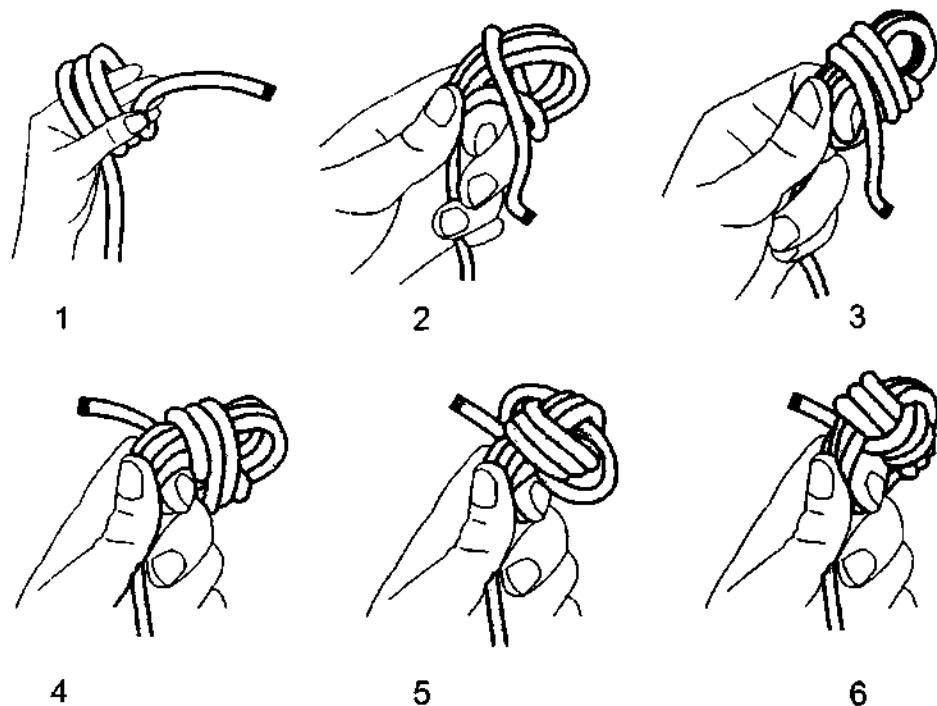
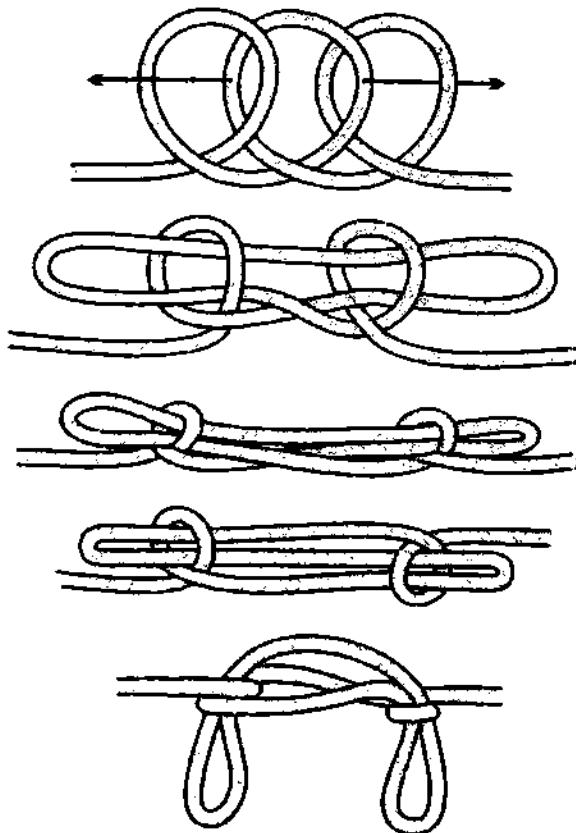

Рис. 113. Завязывание обезьяньего кулака.
Рис. 131. Колоска, связанная таким способом, менее устойчива к переменным нагрузкам и менее безопасна.
*Обезьяний кулак* – очень красивый узел, который в древности считался символом колдовства (рис. 113). Но его вязали не только колдуны, *обезьяний кулак* широко применялся на флоте вместо лёгости. В отличие от других стопорных узлов, которые используются вместо лёгости, в *обезьяний кулак* можно дополнительно поместить камень или металлический шар, из-за чего увеличивается дальность броска. Если же поместить во внутрь деревянный шар, то улучшается плавучесть самой лёгости, что мо-
Первая причина в том, что *баранья нога* может быть завязана по-разному, и только одна из двух форм *кольышки* наиболее стабильна. Во многих пособиях и справочниках часто изображали (и изображают по сей день) именно наиболее слабую и нестабильную форму узла, которая получается при 3-м способе завязывания – наиболее удобном и быстром (рис. 122 *Б*; рис. 131). Такую слабую *кольышку* можно увидеть у Клиффорда Эшли (Sheepshank Knot #1152, #1153, #1154) и в книге Леонида Скрягина («Морские узлы», рис. 113). Современные авторы просто перерисовывают этот узел из старых книг. *Кольышка*, концы у которой
**3-й способ вязки колышки.** Третьим способом удобно завязывать узел, если необходимо укоротить трос на небольшую длину (рис. 131). Но для удобного завязывания узла может понадобиться ровная плоская поверхность – земля, стол, палуба и т. п., поэтому в некоторых случаях